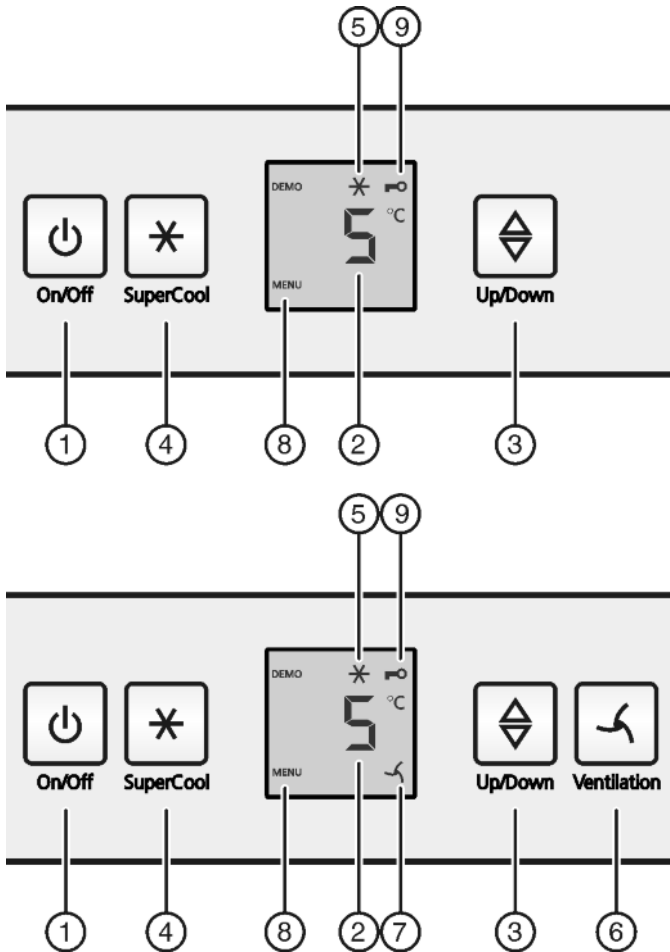

Fig. 2
- ▶ Premere il tasto On/Off Fig. 2 (1).
- ▶ Premere il tasto SuperCool Fig. 2 (4) per ca. 5 secondi.
- ▷ Sul display viene visualizzato il simbolo menu Fig. 2 (8).
- ▶ Confermare brevemente con il tasto SuperCool Fig. 2 (4).
- ▷ Sul display si illumina il simbolo sicurezza bambini Fig. 2 (9).
- ▶ Premere brevemente il tasto On/Off Fig. 2 (1).
- ▶ Richiamare la funzione temperatura: premere il tasto di regolazione Fig. 2 (3).
- ▶ Modificare la temperatura con incrementi di 1 °C: premere il tasto di regolazione Fig. 2 (3) fino a quando nel display della temperatura non si illumina la temperatura desiderata.
- ▶ Premere brevemente il tasto SuperCool Fig. 2 (4).
- ▷ Il simbolo SuperCool Fig. 2 (5) si illumina nel display.
- ▷ Il simbolo SuperCool Fig. 2 (5) si spegne nel display.